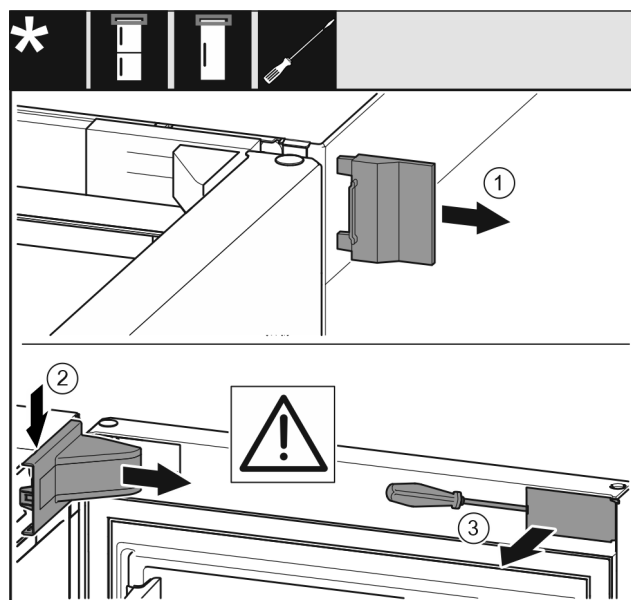

Fig. 8
- Võtke välimine kate Fig. 8 (1) ära.
- Vabaneb laagripuki kate Fig. 8 (2) fiksaatorist ja võtke maha.
- Haakige ilukate Fig. 8 (3) lapikkruvikeerajaga lahti ja keerake küljele.